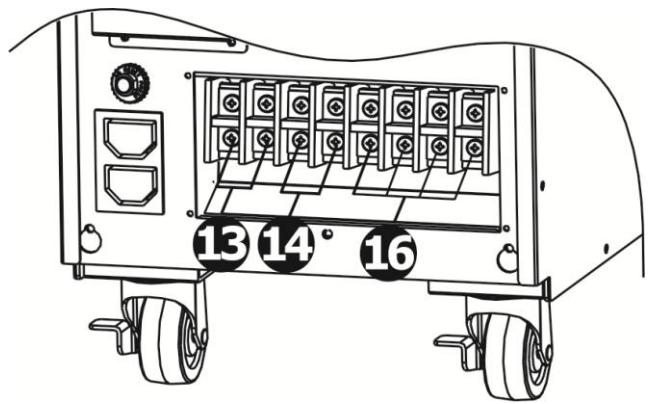
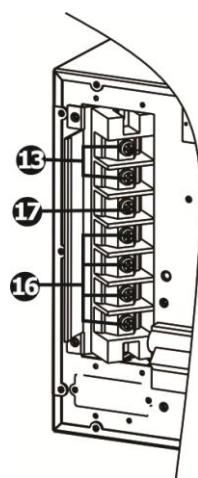

图 4: 10K/10KL 输入/输出端子台
图 14: 15KR(L)/20K(L) 输入/输出端子台
12. 输入输出端子(详细请参阅图 4、5、10、12 与图 14)